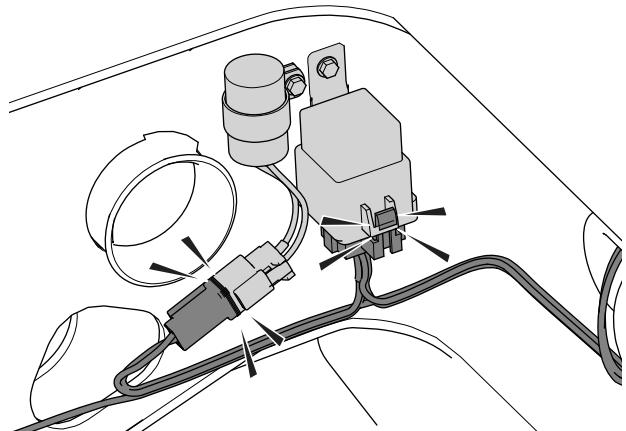

Figura 6
4. Conecte el arnés de cables al módulo regulador y al relé (Figura 6).